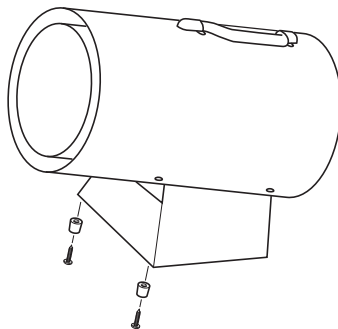

Figure 5 - Fixation de base Pieds Modèle PCFA40
- Fixez le bas de base, comme le montre la Figure 5.
6. **40 000 BTU/h Modèles** Enfoncez le bouton du robinet de contrôle automatique et maintenez-le dans cette position (voir figure 5). Appuyez et relâchez le bouton d'allumage piézo-électrique (voir figure 5). Continuez d'appuyer sur le bouton d'allumage piézo-électrique jusqu'à ce que le brûleur s'allume. Une fois que le brûleur est allumé, maintenez le bouton du robinet de contrôle automatique enfoncé pendant 30 secondes, puis relâchez-le. Ceci met en marche le système de contrôle automatique.